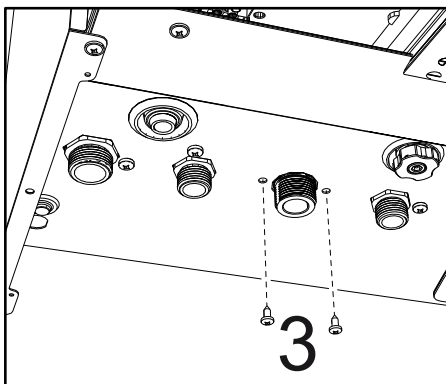

fig. 43
- Deșurubați șuruburile „3”(fig. 43)